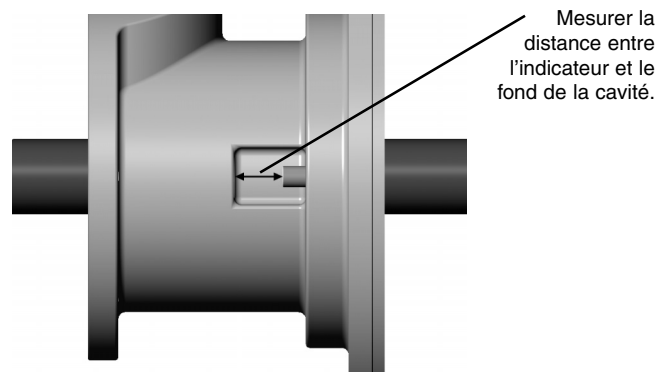

Figure 1. Mesure de l'usure de la bague
Avant l'installation du corps du boîtier (1), une mesure préalable doit être faite au niveau de l'indicateur d'usure comme représenté sur la Figure 1. Ceci peut être fait à l'aide d'une jauge de profondeur ou un pied à coulisse.
Une fois le corps installé, remesurer la valeur de contrôle de la bague – Idem étape 3 (Figure 1) Soustraire la valeur notée en étape 3 de la dernière valeur mesurée. Cette valeur doit être comprise entre 5.7mm et 8.9mm. C'est la valeur de compensation de la bague valable à température ambiante. Noter cette valeur.